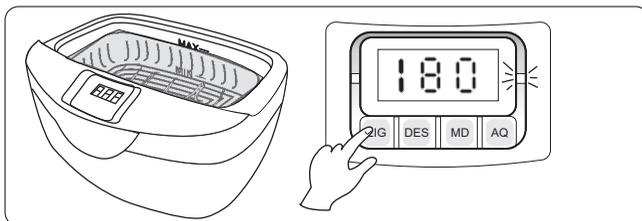
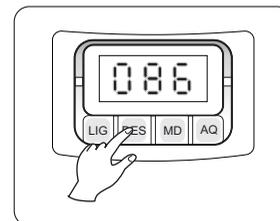

Fig. 14
Fig. 15
- 7► Pressione a tecla **LIG** para iniciar a limpeza (Fig. 14), neste momento o operador ouvirá o ruído típico do funcionamento do equipamento, ou seja, a cavitação. Para interromper o ciclo temporariamente pressione a tecla **DES** (Fig. 15) para retomar a limpeza, pressione **LIG** novamente.